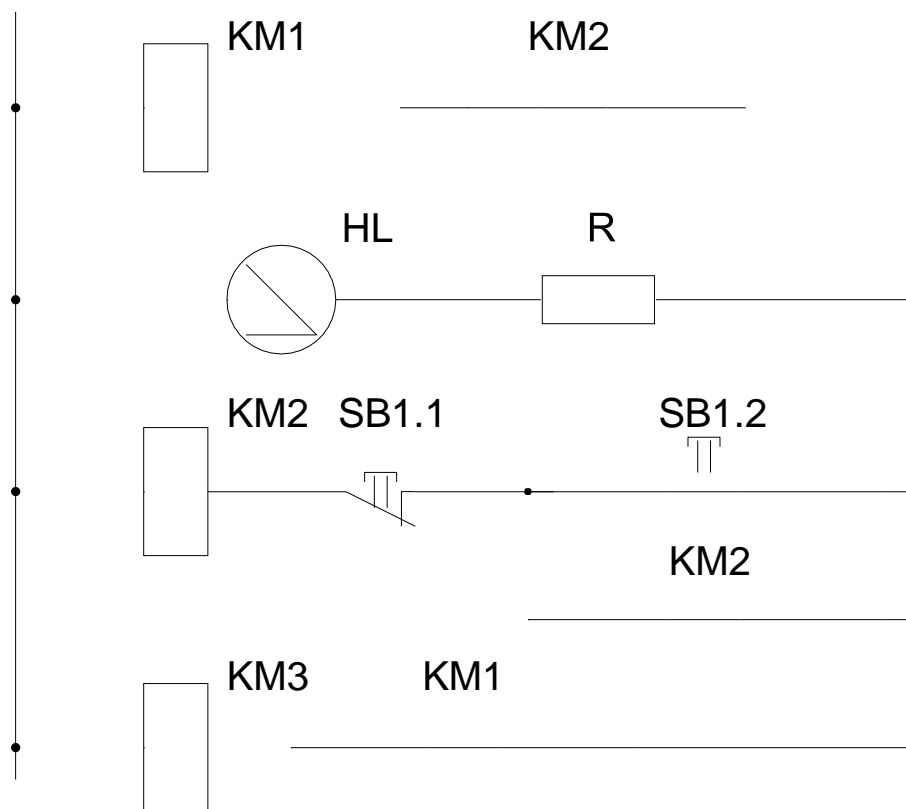

Рис.2. принципова електрична схема системи
4. З метою підвищення надійності системи автоматичного керування застосувати метод навантаженого резервування, При цьому визначити кількість паралельно з'єднаних елементів, які б забезпечили необхідну ймовірність безвідмовної роботи. Умови розрахунку приведено в таблиці 4, а принципова електрична схема системи наведена на рис.2.